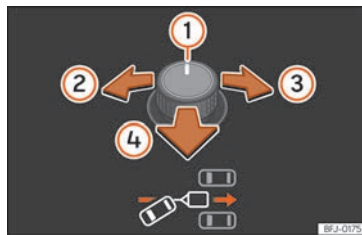
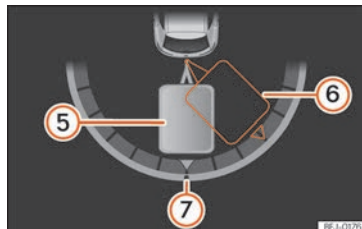

Abb. 172 Drehknopf für die Außenspiegel: Ausrichtung des Anhängers einstellen.
Abb. 173 Bildschirm des Kombi-Instruments: Rückwärtsfahren.
Legende zu **»»» [Abb. 172]**, **»»» [Abb. 173]**:
- Drehknopf kippen, bis die gewünschte Richtung erreicht ist **»» [Abb. 172]**. Am Bildschirm des Kombi-Instruments erscheint zur Orientierung eine Darstellung des Gespanns in der aktuellen Position **»» [Abb. 173]**.